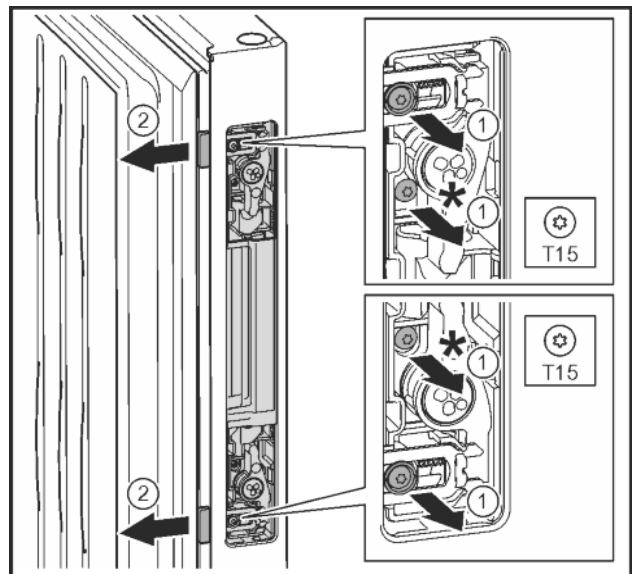

Fig. 31
- ▶ Выкрутить винты вместе с серыми пластмассовыми колпачками отверткой T15 *Fig. 31 (1)*
- ▶ С усилием извлечь защелку механизма открывания двери. *Fig. 31 (2)*